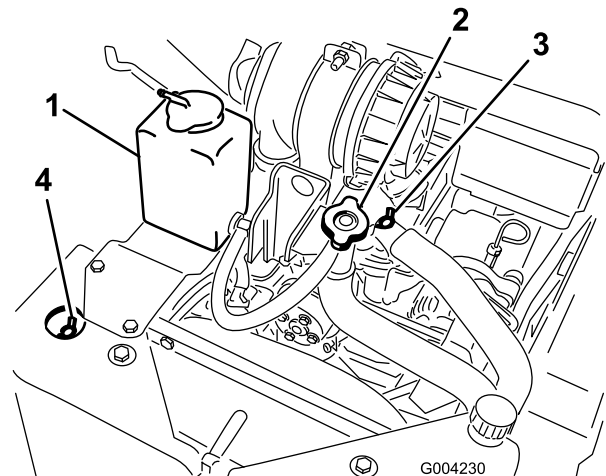

Рисунок 21
- A. Снимите крышку бака охлаждающей жидкости (Рисунок 21).
B. Откройте передний и верхний продувочные клапаны системы охлаждающей жидкости (Рисунок 21).
пор, пока охлаждающая жидкость не начнет выходить из переднего продувочного клапана системы охлаждающей жидкости (Рисунок 21).
- D. Закройте передний продувочный клапан системы охлаждающей жидкости (Рисунок 21).
- E. Заливайте охлаждающую жидкость в горловину заливочного отверстия до тех пор, пока охлаждающая жидкость не начнет выходить из верхнего продувочного клапана системы охлаждающей жидкости (Рисунок 21).
- F. Закройте верхний продувочный клапан системы охлаждающей жидкости (Рисунок 21).
- G. Заливайте охлаждающую жидкость в горловину заливочного отверстия до тех пор, пока охлаждающая жидкость не покажется в отверстии горловины (Рисунок 21).
- H. Установите на место крышку бака охлаждающей жидкости (Рисунок 21).
- I. Добавляйте охлаждающую жидкость в расширительный бачок до тех пор, пока ее уровень не дойдет до линии Full на стенке бачка (Рисунок 21).